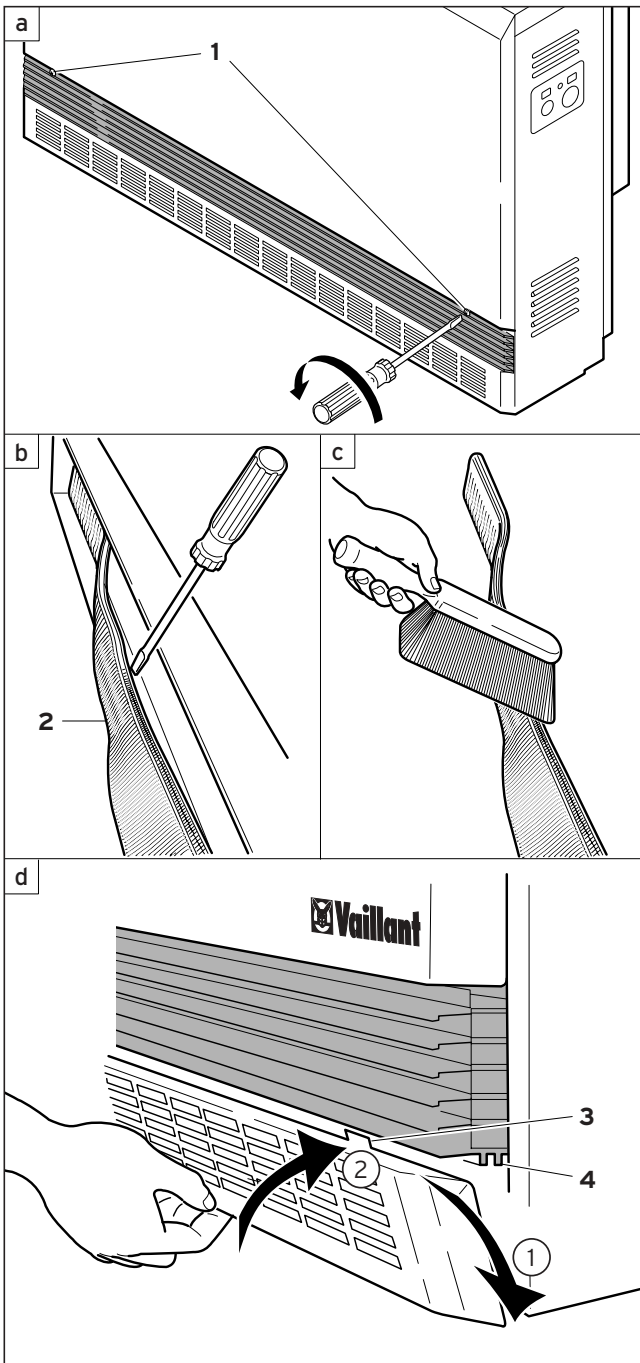

Abb. 3.4 Reinigung des Flusensiebs
- Lösen Sie die Schrauben (1) des Luftaustrittsgitters und nehmen Sie es gemeinsam mit dem Lufteintrittsgitter ab (Abb. 3.4).
- Reinigen Sie den Luftfilter (2) mit einer weichen Bürste oder einem Staubsauger.
- Rasten Sie das Lufteintrittsgitter unten über die Noppen ein und haken es mit den beiden Nasen (3) oben in die Rille (4) des Luftaustrittsgitters ein.